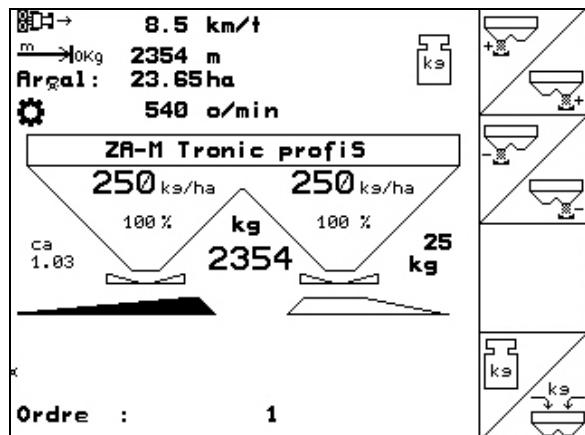

Fig. 26
- Visningen (Fig. 26/1,2,3) slukker.
- Spredningen fortsetter med den viste kalibreringsfaktoren (Fig. 26/1).